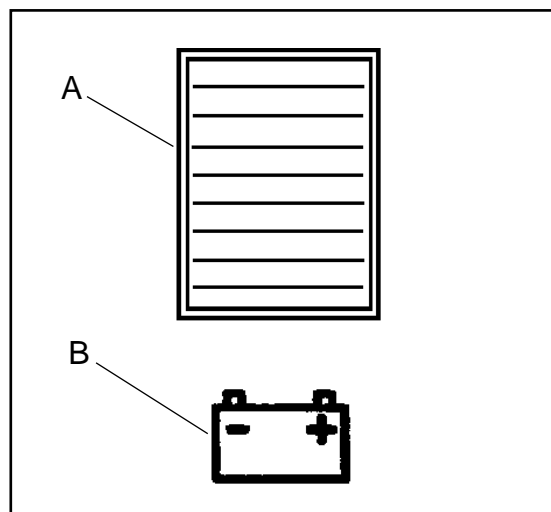

Figure 7
L'indicateur du niveau de charge des batteries (voir figure 7) situé sur le panneau de commandes est un cadran numérique doté de 10 positions fixes (A) et d'un indicateur clignotant (B). Les barres qui apparaissent sur l'afficheur indiquent le niveau de charge approximatif sous forme d'une icône représentant une batterie déchargée (clignotante).